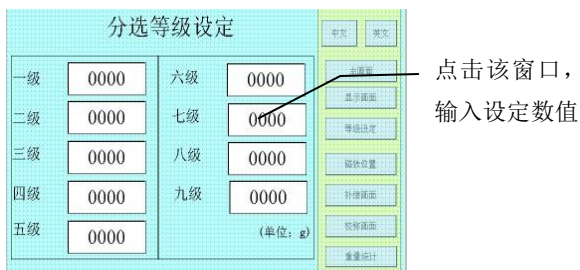

图 3
4、按分选的规格级别输入相应的参数，按下触摸屏右面的等级设定按钮（上数第 4 行按钮），弹出级别设定画面，在各自的方框内输入所需参数（例如：输入一级下限为 188g，二级下限为 168g，其操作步骤如下：点击一级方框，弹出数字框，点击 188，点击右下角的回车键输入成功；点击二级方框，弹出数字框，点击 168，点击右下角的回车键输入成功）。依此类推输入各级别参数。参数设定完毕后，按触摸屏右面的显示画面按钮（右数第 3 行按钮），返回选果画面。（见图 3）